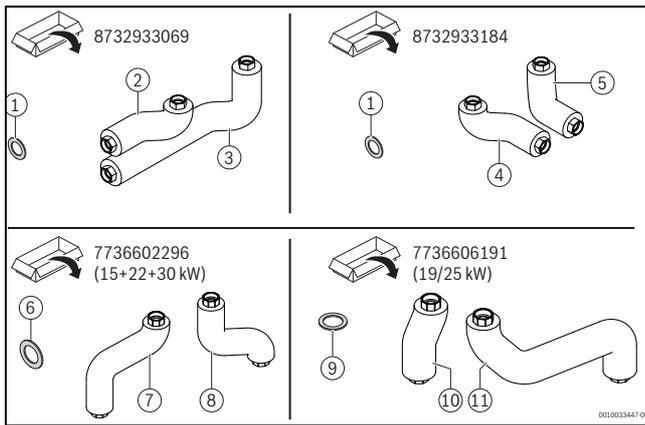

Bild 3 Optionale Rohrgruppen
Die Rohrgruppe HF-Set HYC40 als zentrale hydraulische Komponente ermöglicht in Verbindung mit weiteren optionalen Rohrgruppen (→ Bild 3) den Anschluss einer Wärmepumpen-Außeneinheit an einen konventionellen bodenstehenden Wärmeerzeuger.
- Rohrgruppe zur seitlichen Anbindung der Wärmepumpe (links, rechts oder nach hinten), je nach Installationsvariante; →Bild 3, [1 – 5]).
- Rohrgruppe zum Anschluss der Heizkreis-Sets (→Bild 3, [6 – 11]).